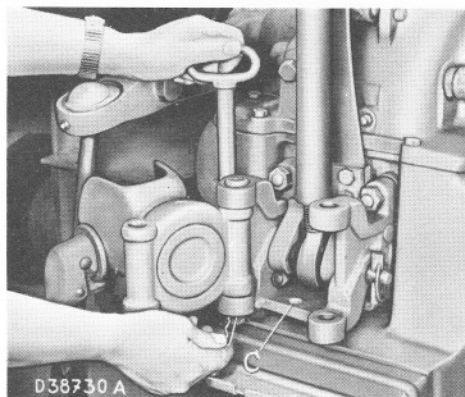

Figure 87 : Pivoter la chape d'attelage sur le côté c - trou de fixation du tirant intermédiaire des charrues reversibles
Pour raccorder la barre de poussée à l'outil, nez la chape d'attelage d'1/4 de tour à droite, puis l'axe de fixation droit de la chape et fait pivoter vers la gauche (fig. 87). L'axe est remis en place à gauche et bloqué par une goupille.
4. Pivotez la chape d'attelage à gauche et bloquez-la avec la broche (fig. 87). Desserrez le protecteur de la poulie et relevez-le.